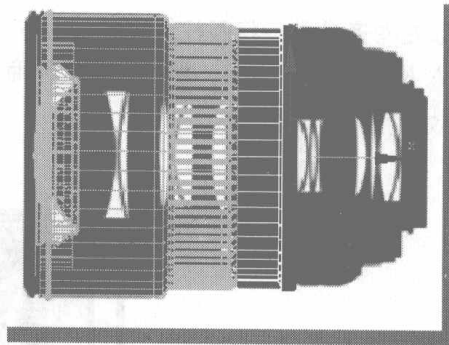

图 6.420
- 44** 切换为面编辑，框选如图 6.420 所示的面，在 Polygon Properties 卷展栏中单击 **1** 按钮，平滑显示。